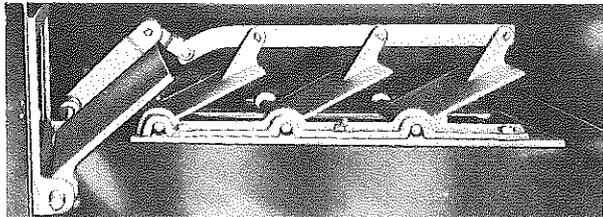

Fig 9 - VOLETS «CUISINE-CHAUFFAGE»
- vérifier le bon fonctionnement des volets cuisine-chauffage auxquels on accède par la sortie de fumées placée au-dessus de la cuisinière ; vérifier que toutes les pièces mobiles des volets puissent fonctionner normalement. (fig 9)